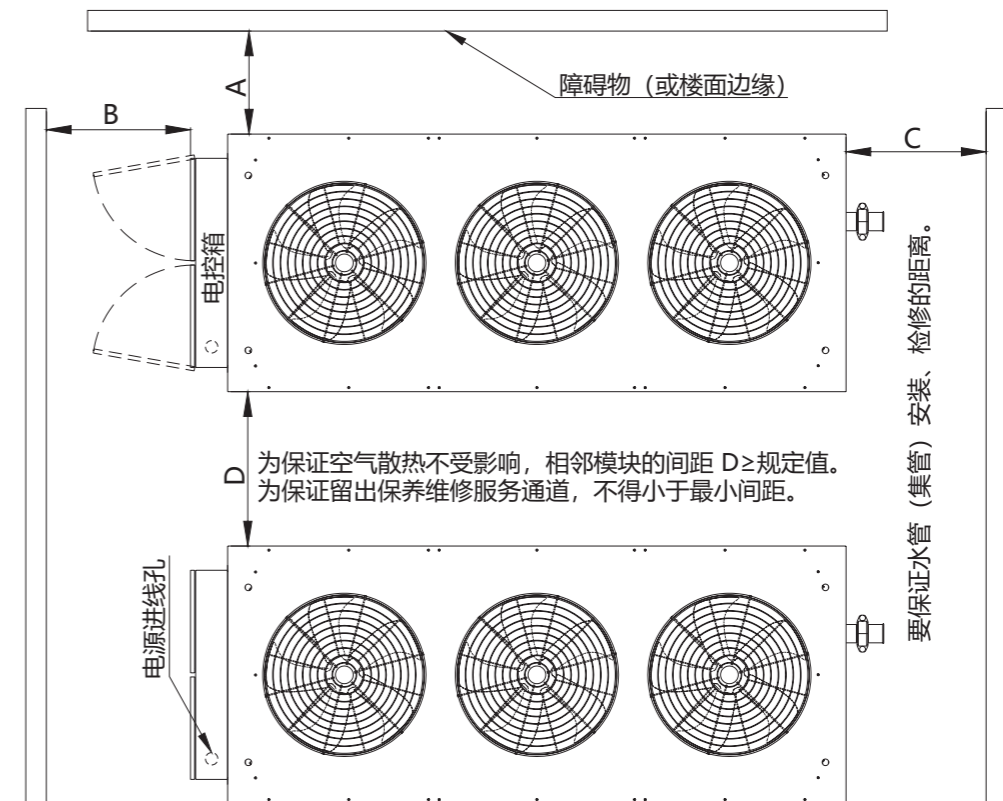

图 4-1-1 机组维修服务空间
- F. 预留尽可能大的服务空间，建议预留空间范围最小如下图 4-1-1 所示。图示产品外形可能与您购买的产品不一样，产品实际外形以实物为准，后文亦同。